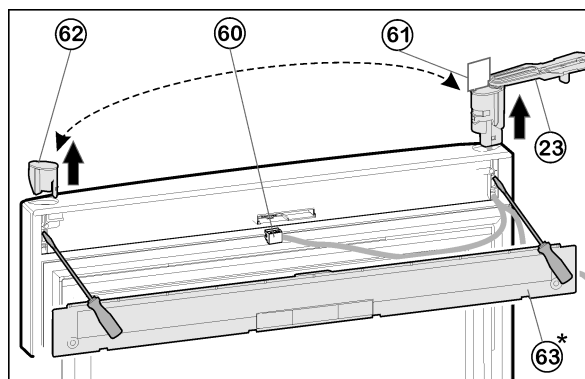

Fig. 11
- ▶ С помощью отвёртки выведете из зацепления крышку Fig. 11 (62) на дверце.
- ▶ Отсоедините разъем Fig. 11 (60).
- ▶ На верхней дверце поверните опорный кронштейн *Fig. 11 (23)* наружу параллельно краю дверцы.
- ▶ При помощи отвертки вытолкните опорный кронштейн *Fig. 11 (23)* снизу и снимите с двери вместе с кабелем.
- ▶ Извлеките пробку *Fig. 11 (62)* снизу при помощи отвертки и вставьте на другой стороне.
- ▶ Проденьте кабель опорного кронштейна *Fig. 11 (23)* на противоположной стороне и установите опорный кронштейн.
- ▶ Снимите шаблон *Fig. 11 (61)* и закрепите на опорном кронштейне.
- ▶ Вставьте разъем *Fig. 11 (60)*.
- ▶ Зафиксируйте крышку *Fig. 11 (63)* на дверце.